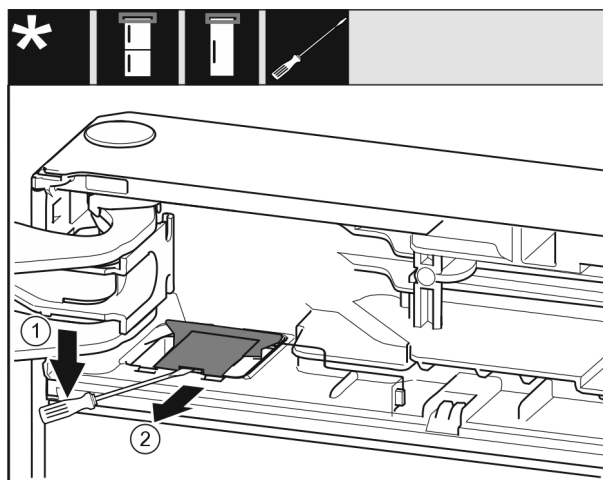

Fig. 12
- S ploščatim izvijačem snemite pokrov Fig. 12 (1).
- Odstranite pokrov Fig. 12 (2).